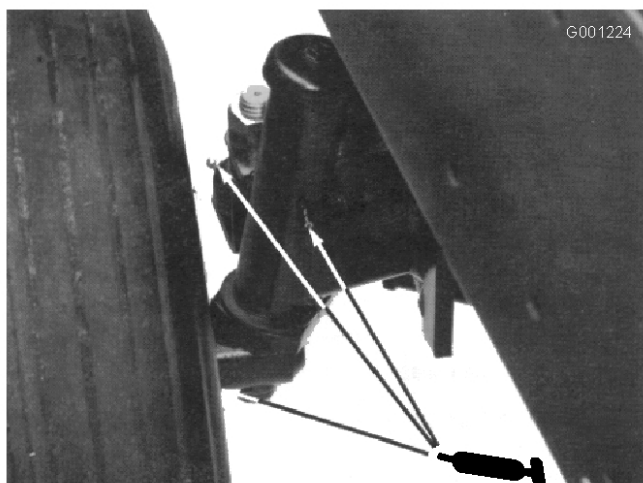

Figura 41
- Casquilhos do eixo da roda traseira (Figura 41)